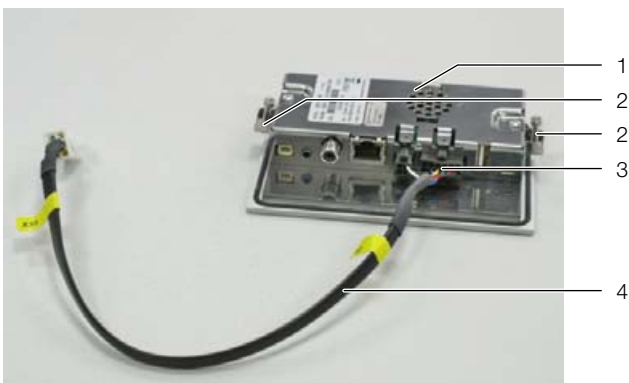

Abb. 47: Vorbereiten des Displays
- Setzen Sie die Befestigungsklammern mit den Schrauben (Abb. 47, Pos. 2) links und rechts in das Display ein.
- Stecken Sie das Anschlusskabel (Abb. 47, Pos. 4) unten am Display (Abb. 47, Pos. 3) ein.